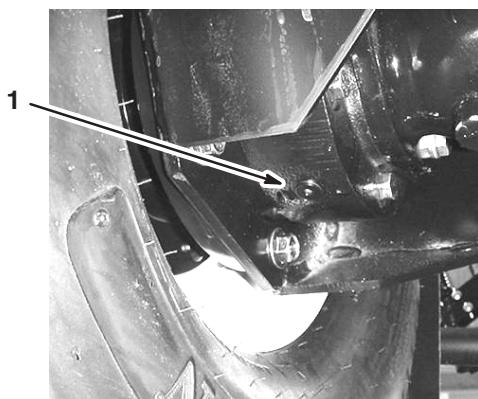

Figure 45
4. Placez un bac de vidange sous le bouchon de vidange intérieur et retirez ce dernier (Fig. 45).